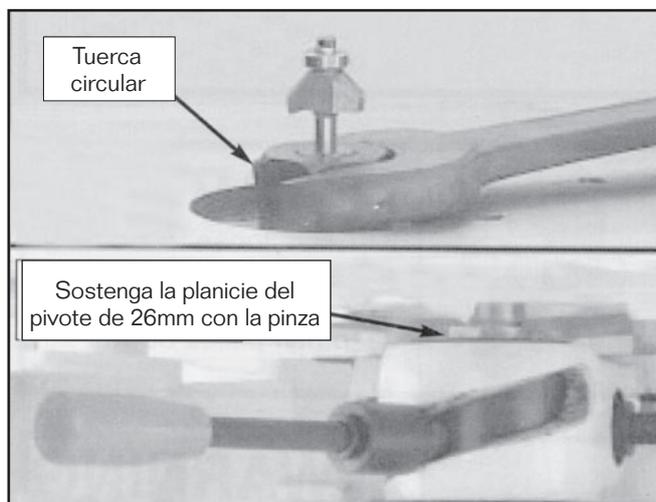

Figura 12. Instalación de la broca buriladora
- Sostenga la planicie en el pivote mostrado en la Figura 12-b, y apriete la tuerca circular mostrada en la Figura 12-a.